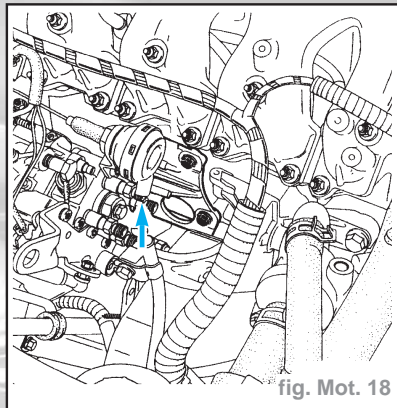

fig. Mot. 18
- Pour réaliser le réglage du ralenti accéléré (version conditionnement d'air) il suffit d'ouvrir le circuit pneumatique, par exemple en débranchant la capsule (fig. Mot. 18).
- Vérifier que le levier de ralenti séparé (1) soit en appui sur la vis de ralenti (3) (fig. Mot. 18).
- Câble tendu. positionner le serre-câble à  $5\text{ mm} \pm 1$  ( $2\text{ mm} \pm 1$  pour véhicule muni de l'air conditionné) du levier de ralenti séparé (1).